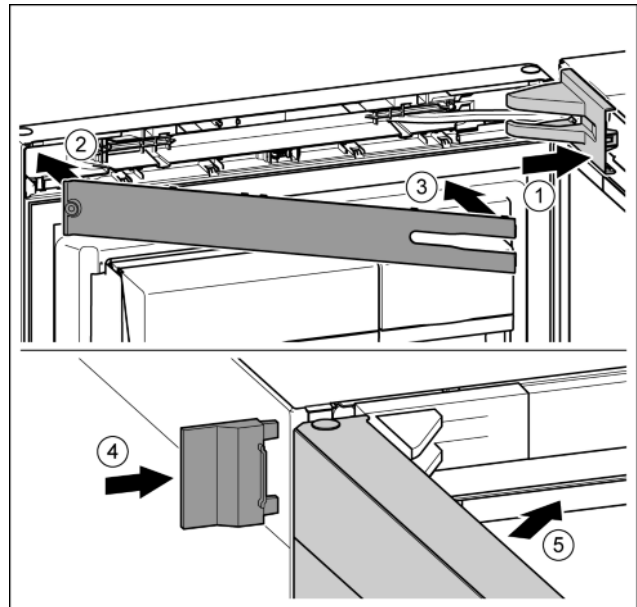

Fig. 42
- Lagerbockabdeckung aufsetzen und einrasten, ggf. vorsichtig auseinanderdrücken. Fig. 42 (1)
- Blende aufsetzen. Fig. 42 (2)
- Blende einschwenken und einrasten. Fig. 42 (3)
- Äußere Abdeckung aufheben. Fig. 42 (4)
- Obere Tür schließen. Fig. 42 (5)